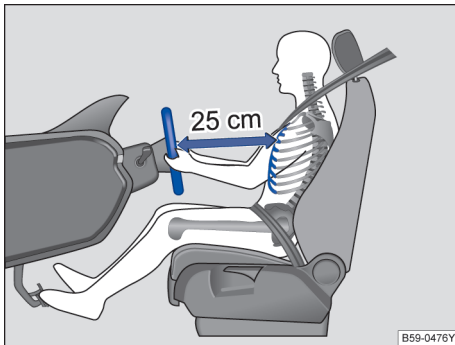

图 19 驾驶员与方向盘之间至少保持 25 cm 的距离
- 调节方向盘，使驾驶员胸部与方向盘之间至少保持 25 cm 的距离⇒图 19。